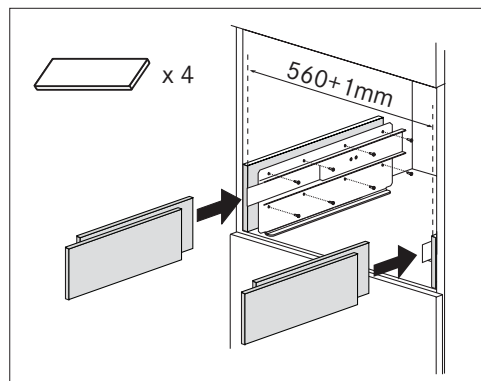

Fig. 7
- ▶ In caso di correzioni dell'allineamento dell'apparecchio, posizionare gli spaziatori in dotazione sotto o ai lati del supporto (Fig. 7).